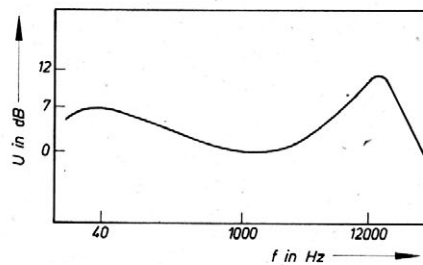

Bild 1: Frequenzgang „Aufnahme“
- Frequenzgang muß Bild 1 und den Werten von Tafel 1 entsprechen.